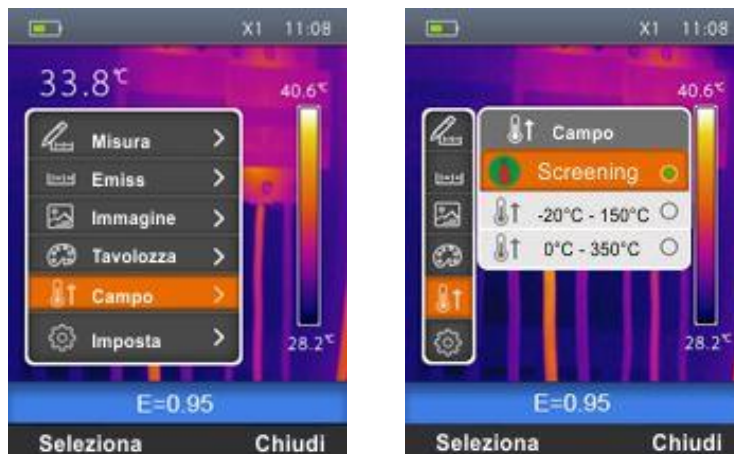

Fig. 27: Impostazione campo di misura dello strumento
1. Selezionare la voce “Campo” con i tasti \oplus o \ominus e premere il tasto . La videata di Fig. 27 – Parte destra è mostrata a display